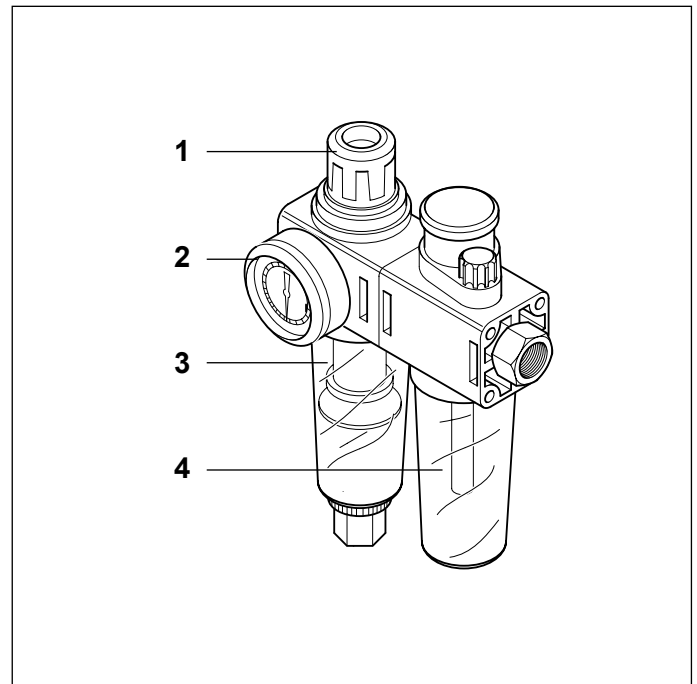

Fig. 15- Gruppo trattamento aria
Prima di svitare il bicchierino (4 Fig. 15), accertarsi che la linea aria sia completamente scarica: il manometro posto sul gruppo (2 Fig. 15), deve indicare «0».
- 3 - Pulire, con soffio d'aria compressa, il filtro sul gruppo di trattamento aria - FRL. Per accedere al filtro svitare il bicchierino del regolatore (3 Fig. 15)